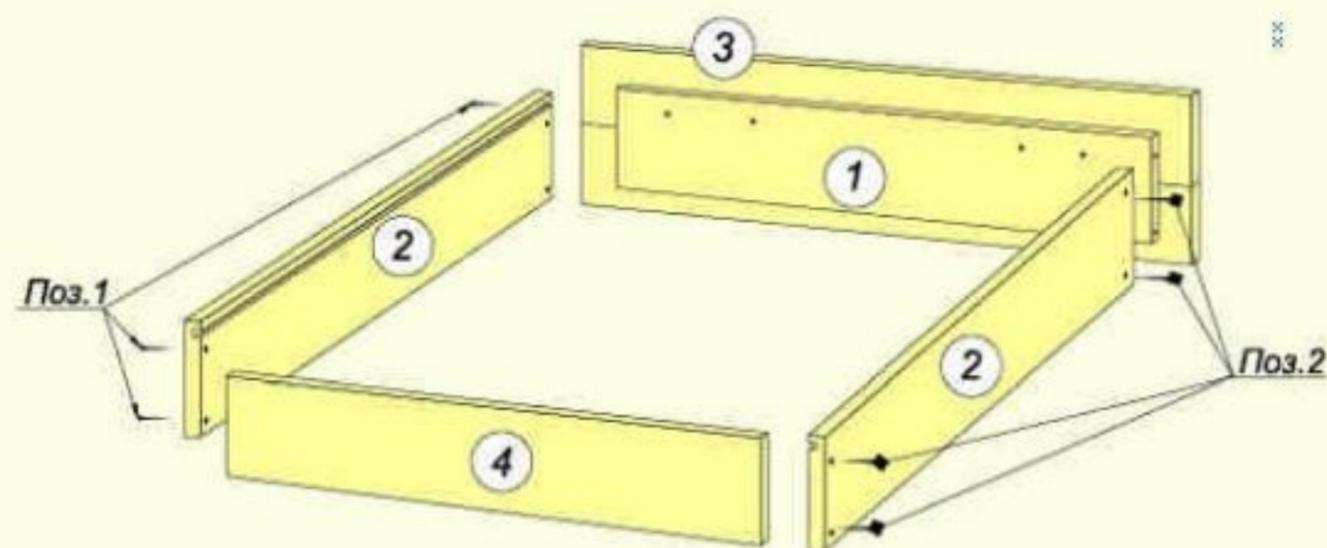

Рис. 1
3. Сборку ящика следует начинать со сборки каркаса ящика из боковых стенок. Рис. 1.
а) к передней стенке ящика поз. 1 (скреплена с фасадом) с помощью двух саморезов 4x32 закрепите боковую стенку поз. 2 (см. рис. 1 расположение паза).